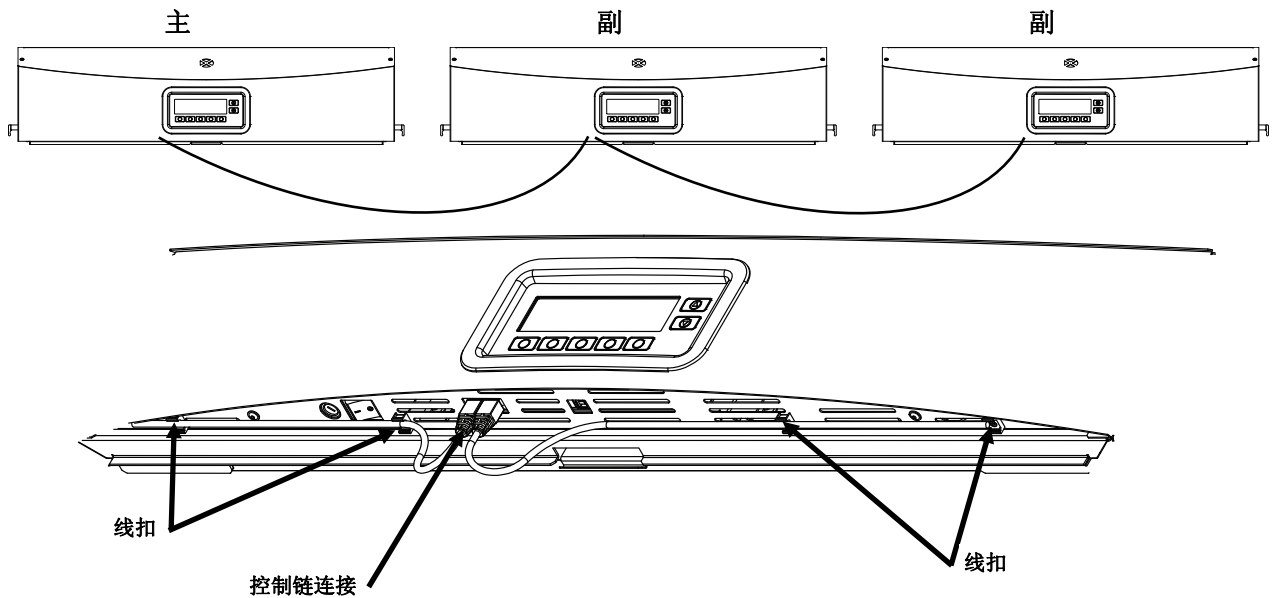

图 11. 灯箱控制链连接
9. 在前端连接各个灯箱之间的控制链电缆。使用线扣将电缆固定在合适的位置。请参见图 11。